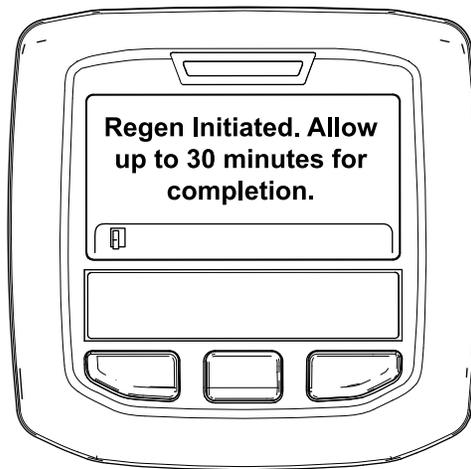

Рисунок 50
- Если регенерация разрешена, на дисплее инфо-центра появится сообщение «Regen Initiated. Allow up to 30 minutes for completion» («Регенерация запущена. Подождите 30 минут до завершения»). Подождите, пока машина не выполнит полный процесс регенерации с парковкой (Рисунок 50).